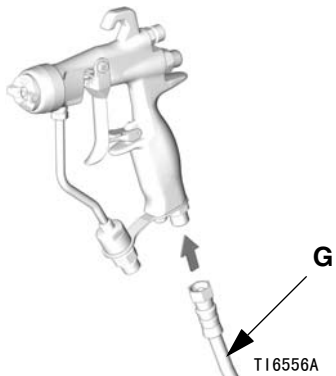

图 2
5. 将空气软管 ( G ) 连接至 1/4 npsm 的喷枪空气入口。见图 2。